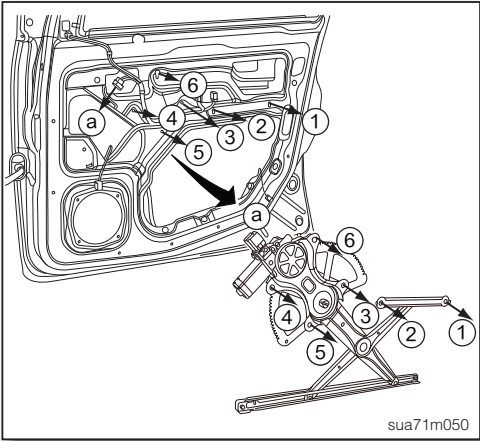

图4
6. 拆开右前车门玻璃调整器总成的线束接头Ⓐ (如图4)。
7. 拆下右前车门玻璃调整器总成固定螺栓①~⑥ (如图4)，然后取出右前车门玻璃调整器总成。